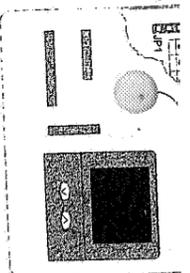
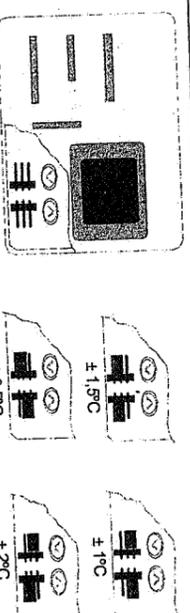

Fig. 1 / Abb. 1
Fig. 2 / Abb. 2
Reversible valve selection jumper operates during cooling or heating only when the reversible valve output is taken from terminal 1. (Fig. 1). In Dead zone valve jumper, only for models with automatic operation. (Fig.2).
- 4.- Collegare i cavi elettrici del termostato seguendo lo schema di collegamento. (Fig.2).
Jumper di selezione della valvola reversibile realizzata a freddo o a caldo, solo quando l'uscita della valvola reversibile viene presa dall'uscita 1. (Fig. 1).
Jumper di valore della zona morta, solo per modelli con possibilità di funzionamento automatico. (Fig. 2).